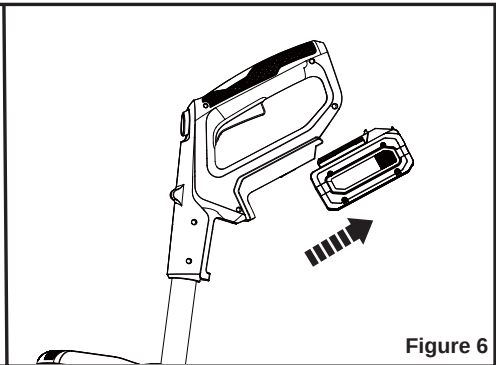

Figure 6
2. Appuyez sur le bouton de libération de la batterie. Saisissez fermement le coupe-herbe et retirez la batterie de la poignée (Figure 6).